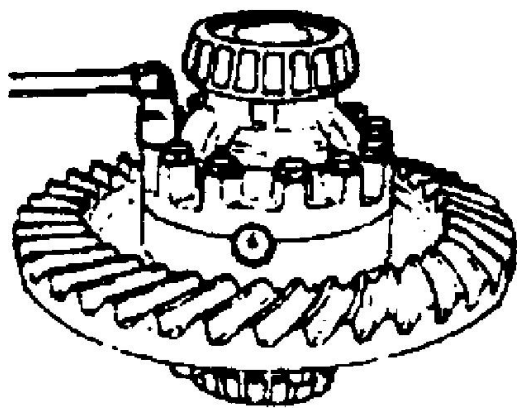
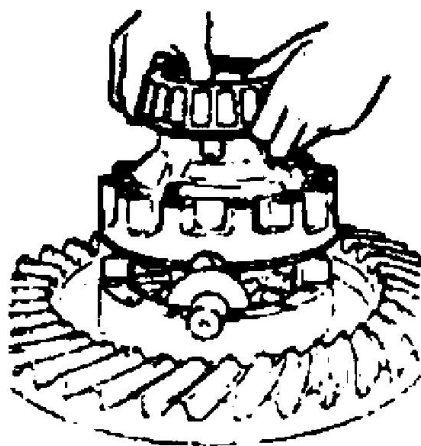

图 5-15-1
图 5-15-2
- (1) 拆下差速器右壳 (图 5-15-1、图 5-15-2);